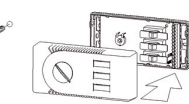

Fig. 5
**I.** Riagganciare il pannello frontale come indicato in Fig. 5 esercitando anche una leggera pressione sulla manopola, che dovrà presentare una corretta rotazione. Verificare il corretto movimento dei selettori e le relative funzionalità.
**J.** Fix back the frontal panel as indicated in Fig. 5 by making a small pressure on the knob (verify that it can rotate properly). Verify that the switches move properly and test their functionality.
**J.** Raccrocher le panneau frontal comme indiqué en Fig. 5, exercer une légère pression sur le bouton, afin d'en vérifier la bonne rotation. Vérifier le fonctionnement des sélecteurs et les autres fonctions.
**J.** Montieren Sie die Frontabdeckung wie in Fig. 5 gezeigt mit sanften Druck am Stellrad. Testen Sie alle Schalter auf Beweglichkeit.